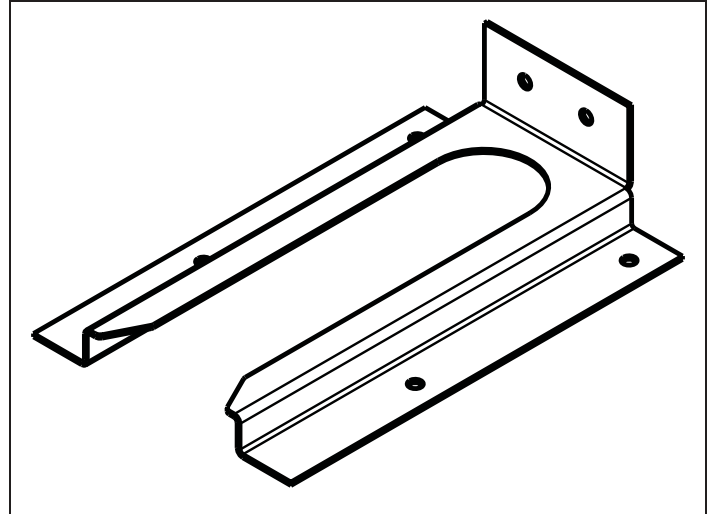
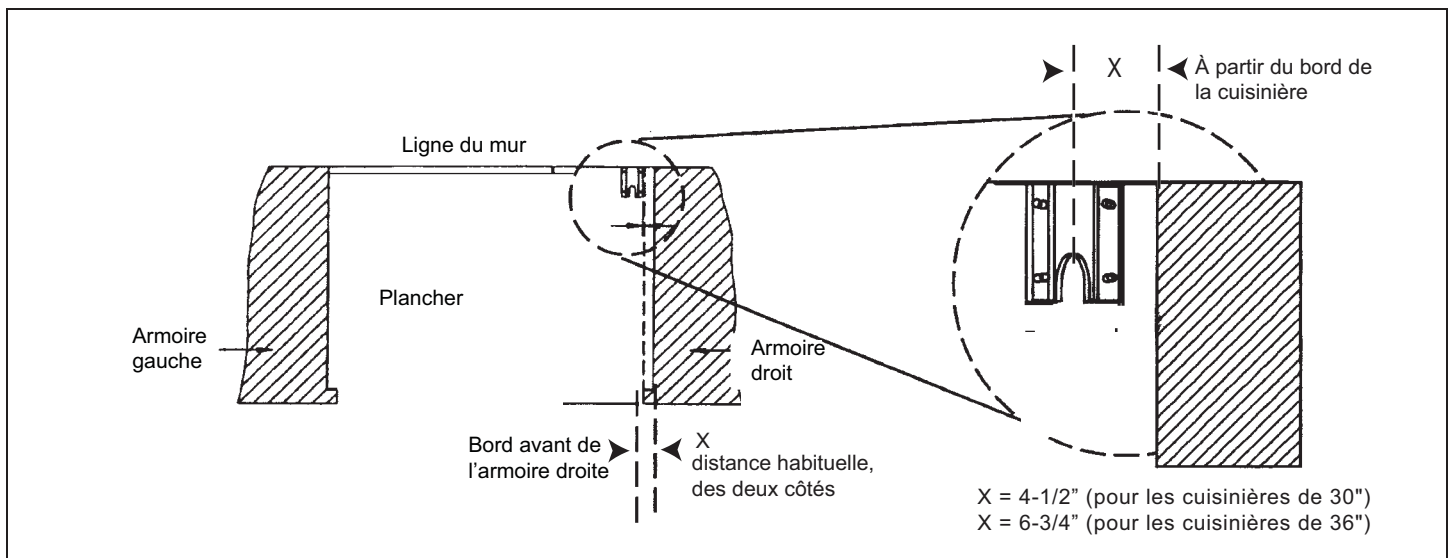

Figure 6 : Montage de la patte antibasculé
Figure 7 : Mise en place de la patte antibasculé (vue du haut)
Voir Figure 6 et Figure 7.
1. Placez la patte sur l'emplacement comme indiqué à la Figure 7 (la patte peut être utilisée dans un des coins de l'installation).